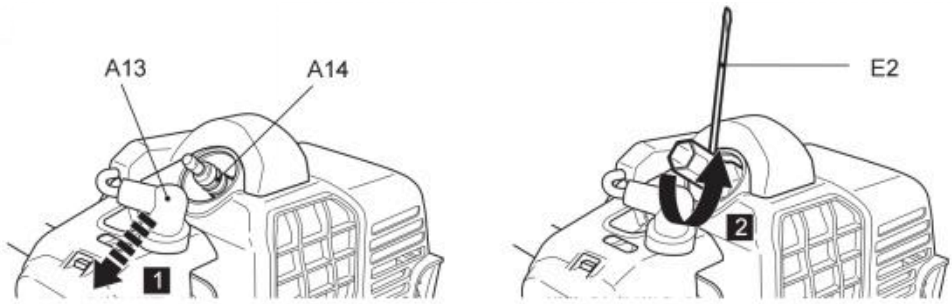

Fig. 78
2. Lösen Sie die Zündkerze (A14) mit dem Multitool (E2) gegen den Uhrzeigersinn und entfernen Sie sie vorsichtig (Abb. 78).